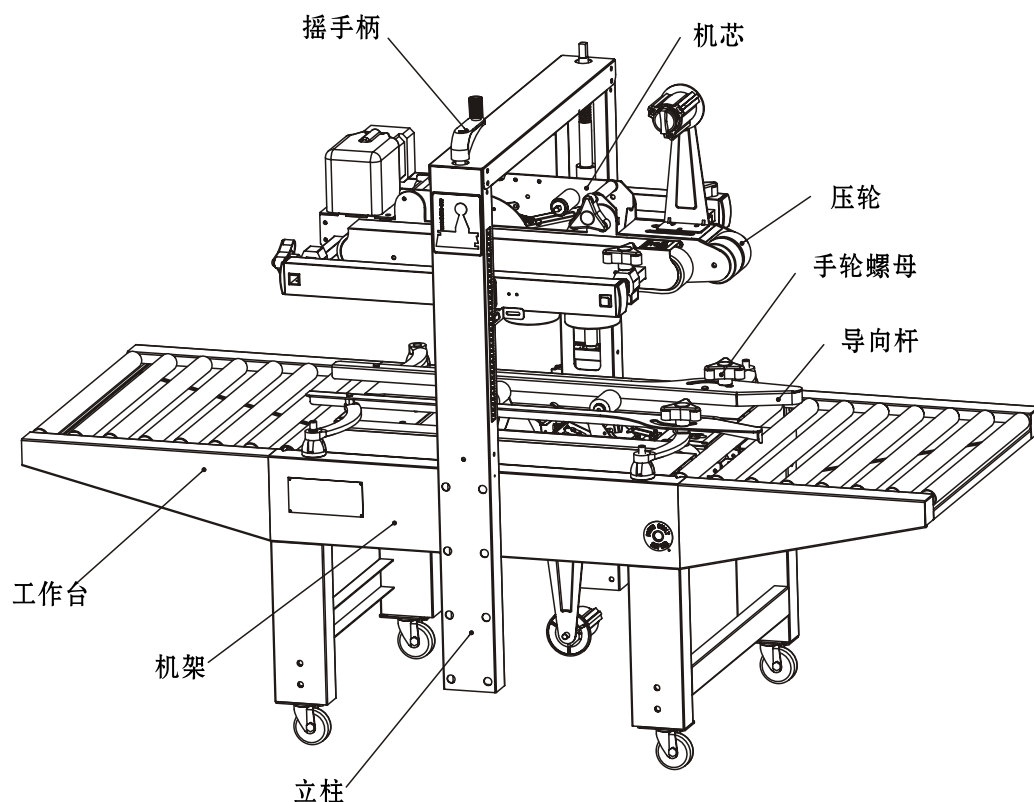

图2-1
2.2.1 机器结构及主要部件图（见图2-1）
装上机芯前，先把机芯架上的手柄螺栓旋松至螺纹头与上主体板平然后装上机芯，通过上机芯的凹槽装在支承轴上，再把手柄螺栓的头对机芯板上孔旋进与机芯板平即可（注意：手柄螺栓不能旋太紧）。下机芯则可直接架在螺母即可。如图2-1所示。
此部位位于上下动力装置（见图2-1）的前端，用调节螺栓调整传送带的松紧程度。
4.4.3 上输送装置高度与宽度的调节（见图2-1）